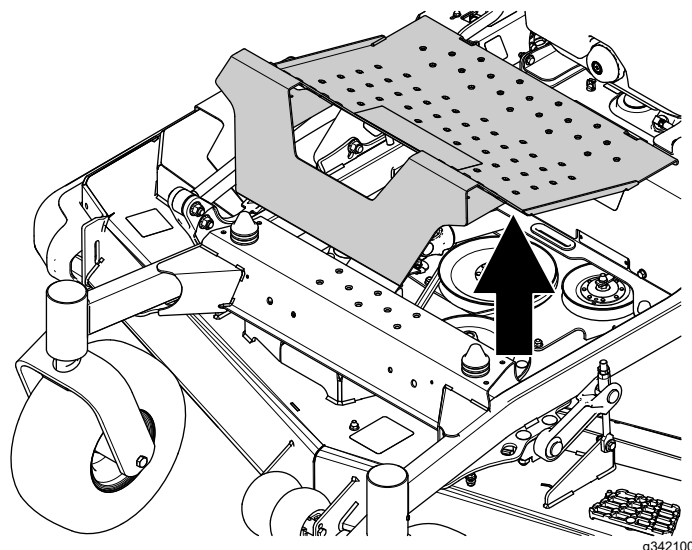

Figura 10
- Rimuovete il pannello della macchina (Figura 10).